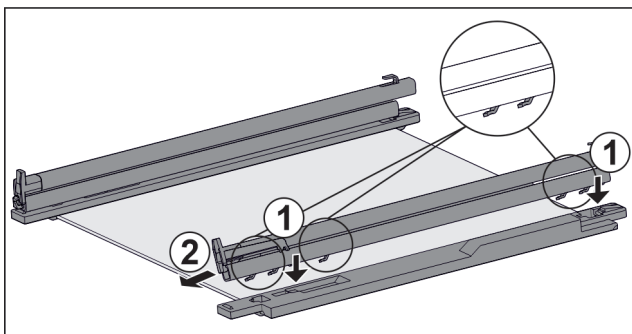

Fig. 115 Siinide ja hoideosadega klaasplaat
- ▶ Pange siinide konksud **vasaku** hoideosa avadesse. Fig. 115 (1)
- ▶ Tõmmake siini ettepoole. Fig. 115 (2)
- ▶ Pange siinide konksud **parema** hoideosa avadesse. Fig. 115 (1)